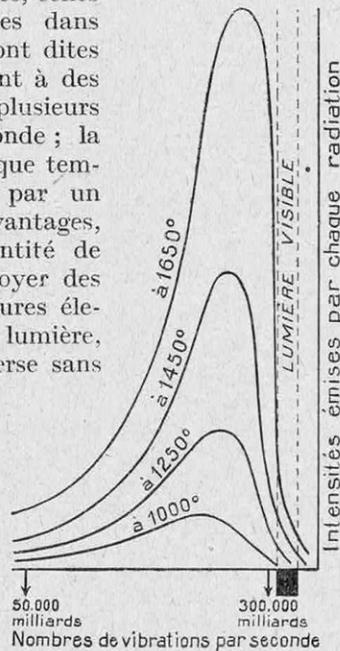

FIG. 11. — ÉMISSION DES CORPS SOLIDES A DIVERSES TEMPÉRATURES
Le rayonnement consiste dans la propagation d'ondes électromagnétiques, de nature identique à celles qui constituent la lumière (1). Parmi toutes ces ondes, celles qui sont les plus abondantes dans l'émission d'un corps chaud sont dites infrarouges : elles correspondent à des nombres de vibrations de plusieurs dizaines de trillions par seconde ; la figure 11, qui donne pour chaque température l'énergie rayonnée par un corps solide, montre quels avantages, au point de vue de la quantité de chaleur émise, il y a à employer des sources de chaleur à températures élevées. Ajoutons que, comme la lumière, la « chaleur rayonnante » traverse sans difficulté l'air et encore mieux le vide : c'est par rayonnement que le Soleil chauffe la Terre et rend possible la vie sur notre globe.